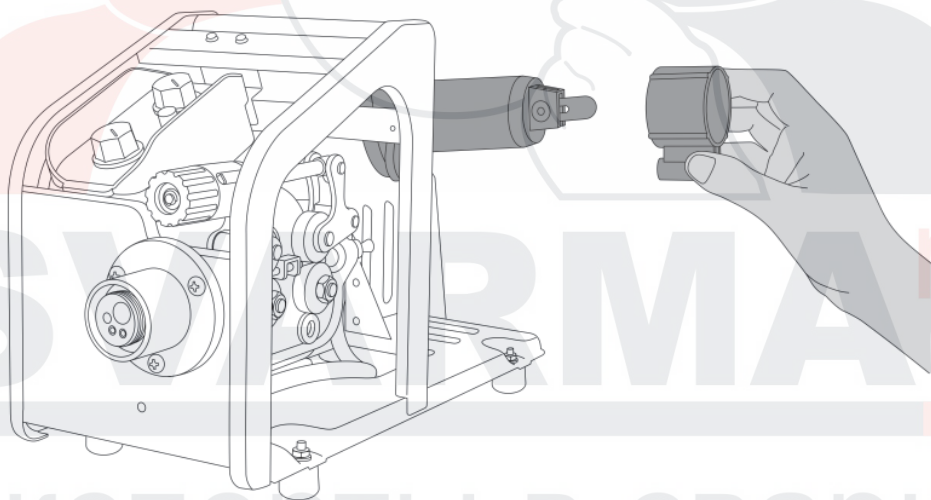

Рис. 8.4.3. Установка адаптера.
1. Установите адаптер для катушки, совместите отверстие адаптера и фиксатор катушки (см. рис. 8.4.3).